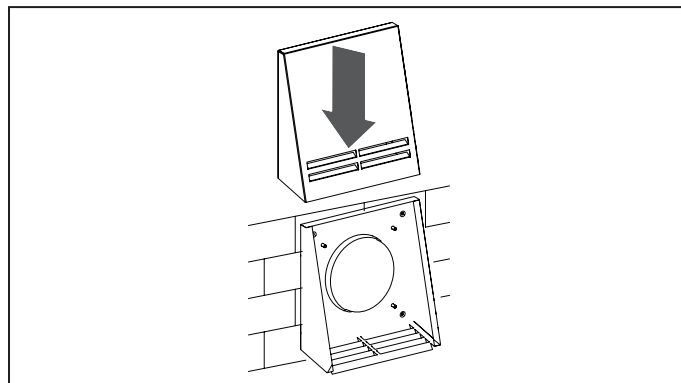

Fig. 14a.
- Fig. 14a. VENTO Ergo A25-1 Pro model.